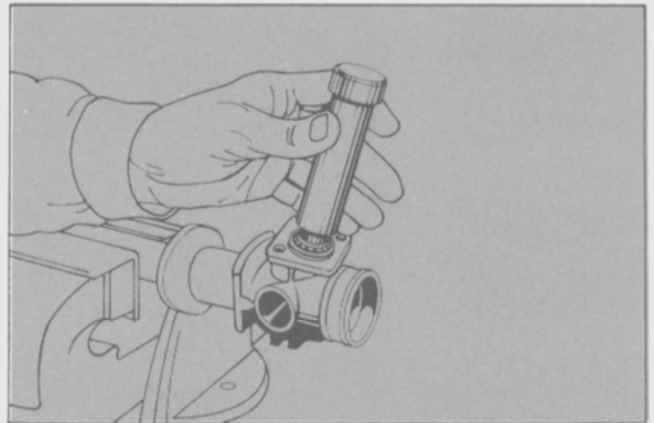

Fig. 10 - Instalación del cojinete inferior del piñón.
- Instalar el cojinete inferior del piñón utilizando para ello la herramienta especial T74G-3719-BAS-Detalle 2. (Fig. 10).